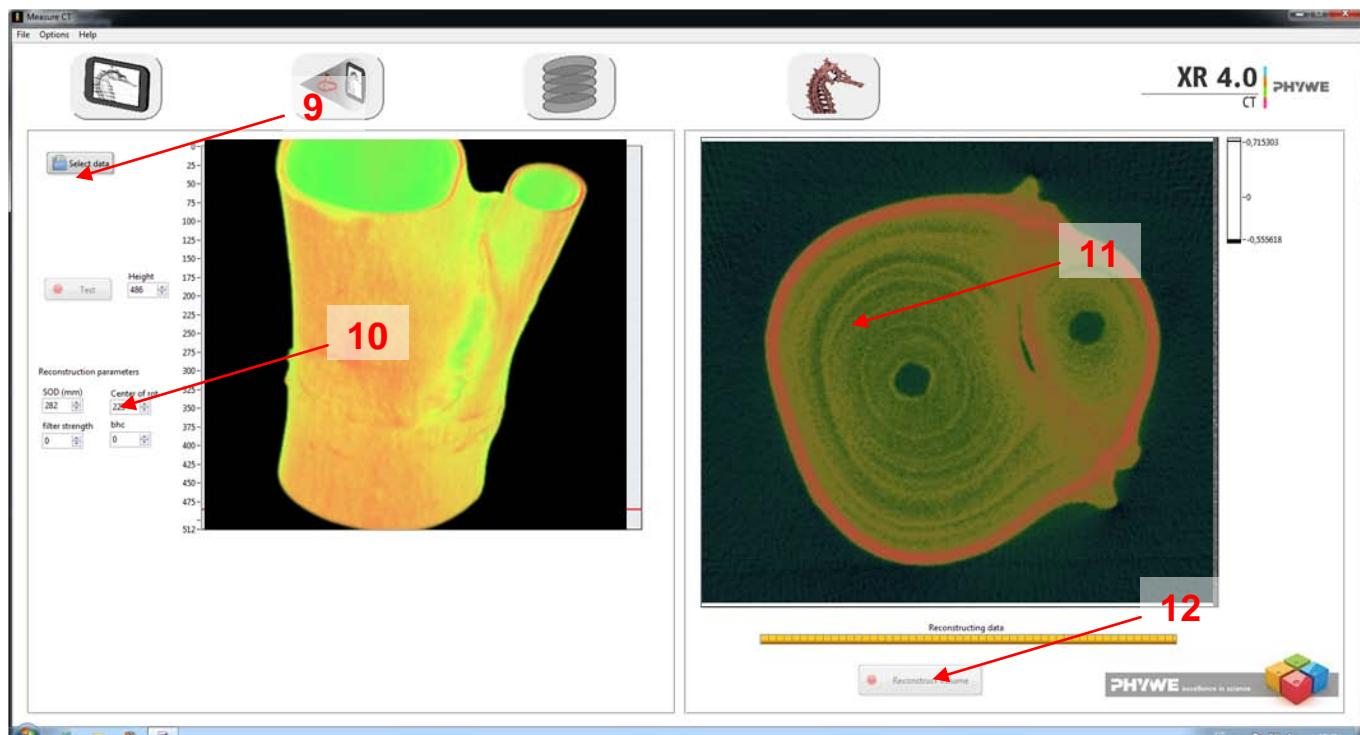

Abb. 7: Screenshot im Modus „Rekonstruktion“
3. Modus “Rekonstruktion”, Abb. 7